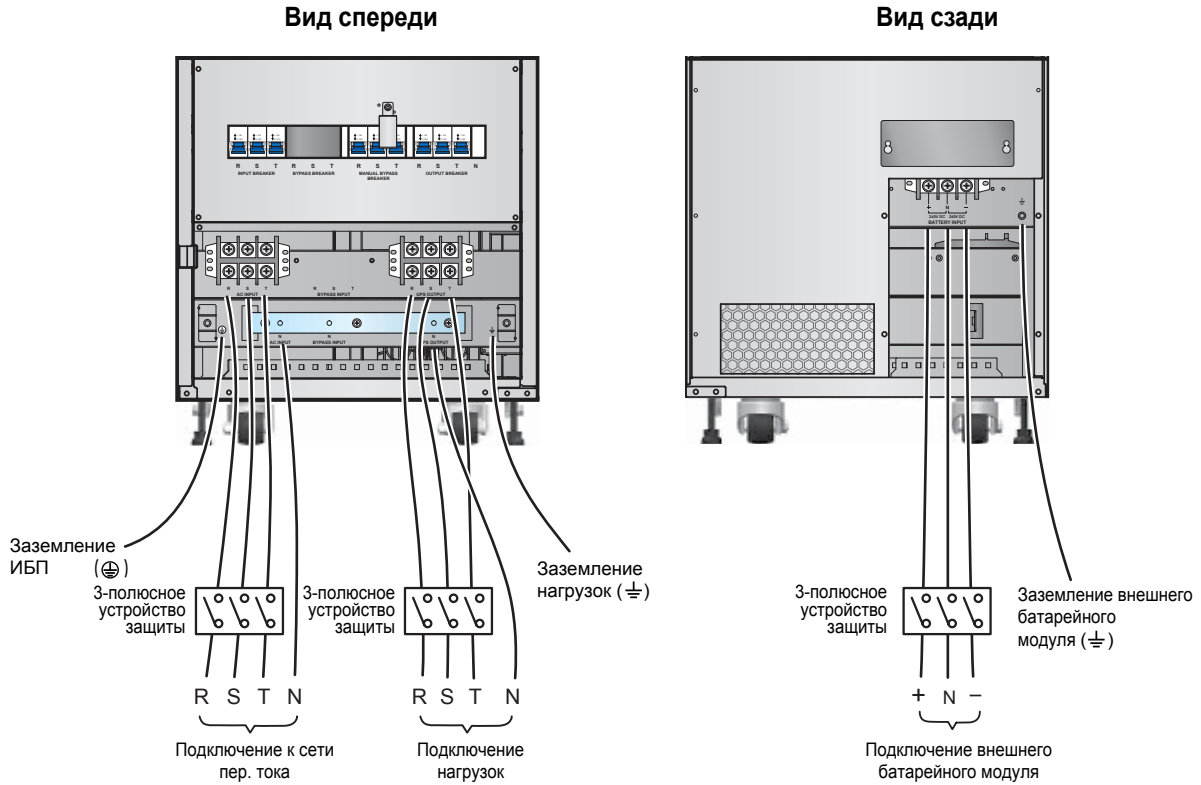

Рис. 6-9. Схема подключения одиночного ИБП 60 кВА в конфигурации с одним входом
- На сетевом вводе ИБП следует установить устройство защиты в соответствии со стандартом электробезопасности EN 62040-1, предотвращающее обратную подачу питания от ИБП на ввод. Данная защита реализуется путем установки автоматических выключателей с независимым расцепителем или контакторов. Номинальный ток этих аппаратов должен быть равен или больше тока выключателей, перечисленных в таблице ниже. Питание катушек контакторов должно осуществляться от входного напряжения. Для автоматических выключателей с независимым расцепителем: настройка ИБП и их выходных сухих контактов для управления выключателями описана в Техническом Примечании. По поводу оборудования для защиты от обратного питания обратитесь в сервисную службу. Схема подключения устройств защиты показана на **Рис. 6-9~6-14**.
На **Рис. 6-9~6-14** показано подключение к электросети типа TN. Между ИБП и электросетью переменного тока установлено трехполюсное устройство защиты. При подключении к электросети типа TT установите четырехполюсное устройство защиты.
6 Подключите кабели электросети переменного тока, нагрузок и внешнего батарейного модуля к соответствующим зажимам ИБП (см. **Рис. 6-9~6-11**).
- 2) Подключите кабели электросети переменного тока, нагрузок и внешнего батарейного модуля к соответствующим зажимам ИБП (см. **Рис. 6-9~6-11, 6-15**).
На **Рис. 6-9~6-11** показано подключение к электросети типа TN. Между ИБП и электросетью переменного тока установлено трехполюсное устройство защиты. При подключении к электросети типа TT установите четырехполюсное устройство защиты.